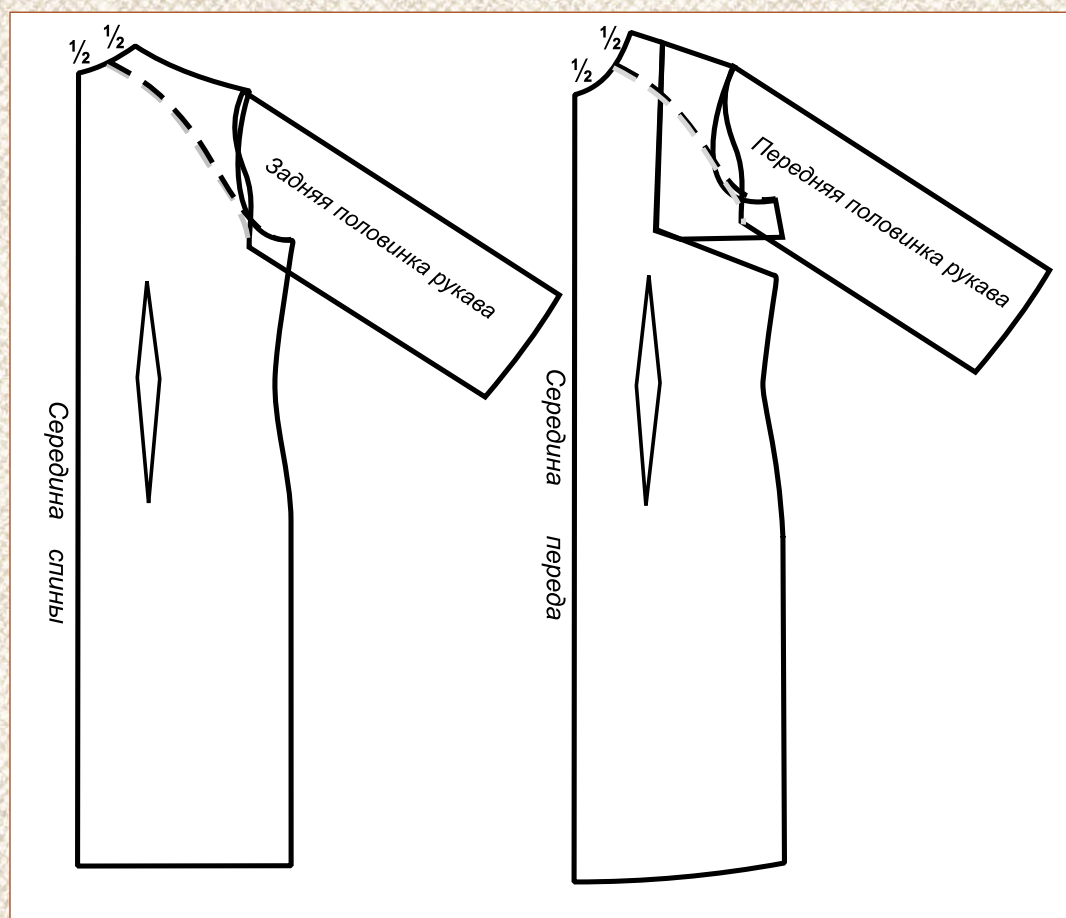

Рис. 142. Моделирование рукава реглан
2. Горловину переда платья разделить пополам. Из полученной точки провести 2 плавные линии: одну к пройме платья, вторую — к окату рукава (рис. 142). В верхней части линии параллельны друг другу, к низу — расходятся (пунктирные черная и серая линии).